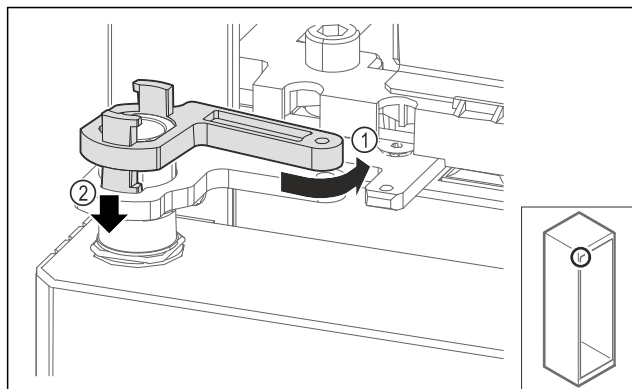

Fig. 67
- Obrnite zapiralni ležajni podstavek Fig. 67 (1) narahlo nazaj, ga potisnite navzdol Fig. 67 (2) in zaklenite v kotnik tečaja.